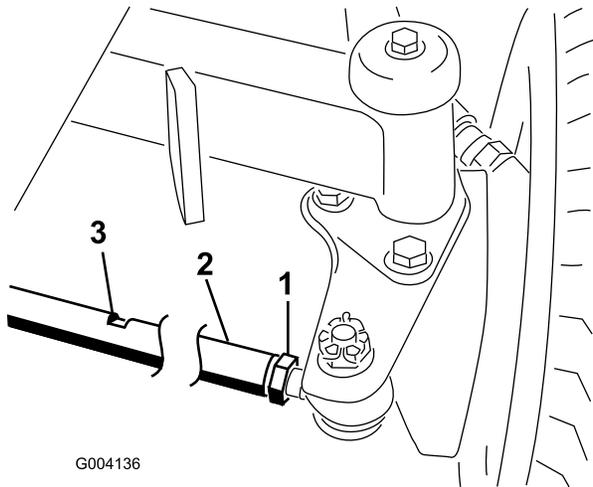

図 70
- 各タイロッド（図 70）の端についているジャムナットをゆるめる。